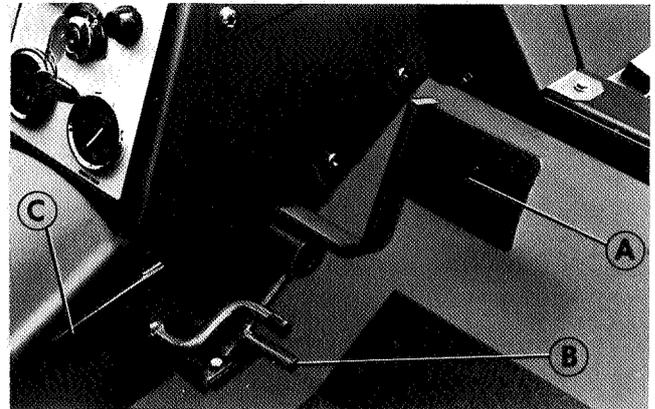

Abb.23
4. Engage the cutting cylinder drive by gently moving the lever down (C Fig.23)
4. Schneidzylinderantrieb durch langsames Senken des Schalthebels in Betrieb setzen (C Abb.23)
4. Engagez la transmission du cylindre de coupe en abaissant le levier lentement. (C Fig.23)
4. Schakel de maai-cilinderaandrijving in door de hendel voorzichtig naar beneden te duwen (C. Afb.23)